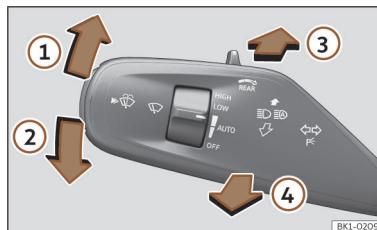

Fig. 94 Manípulo dos indicadores de direção e dos máximos.
- A partir da posição base, pressione para a frente o manípulo dos indicadores de direção e de máximos >>> Fig. 94 (3).
- **OU:** se o assistente de máximos estiver ligado, puxe para trás o manípulo dos indicadores de direção e de máximos >>> **Fig. 94 ④.**